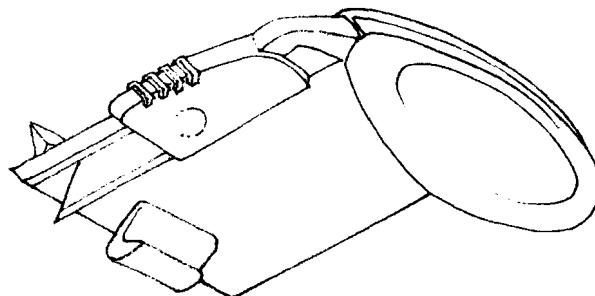

图 1.4
- 手持式板材切割和倒角机（图1.4） 一个小型的、有效用的板